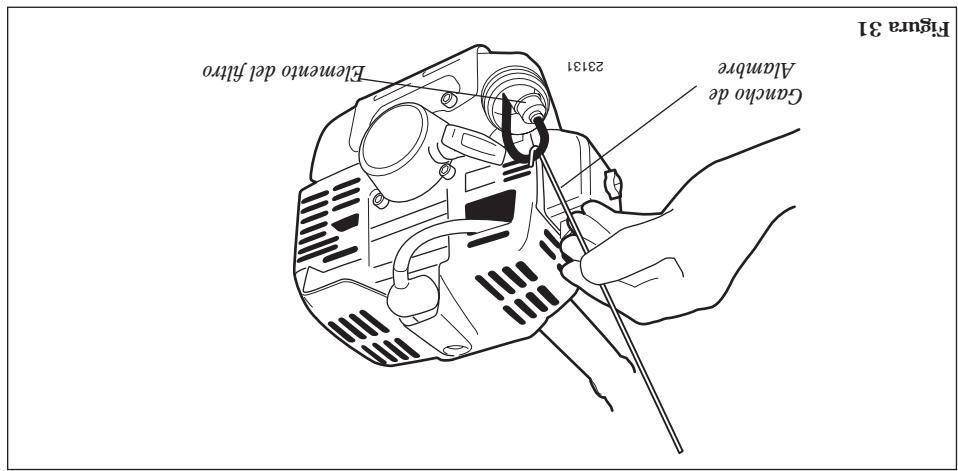

Figura 31
■ Asegure de no perforar la tubería de combustible con la punta del gancho de alambre, pues esta linea es de combustible con la tubería de combustible. Consulte la figura 31.
- Use un gancho de alambre para extraer el filtro de combustible del tanque de combustible. Consulte la figura 31.